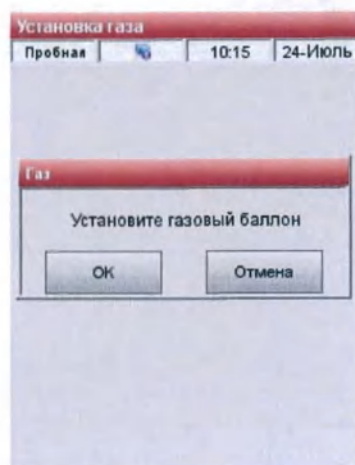

Рис.7-23 Вставьте газовый баллон
5. При появлении запроса (Рис. 7-23) установите новый баллон с газом.
Нажмите  (Рис. 7-23).